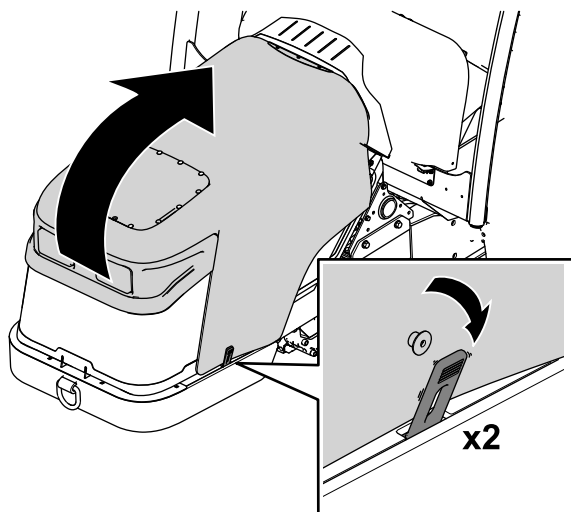

Figura 68
1. Liberte as correias de cada lado da máquina (Figura 68).
2. Eleve o capot (Figura 68).